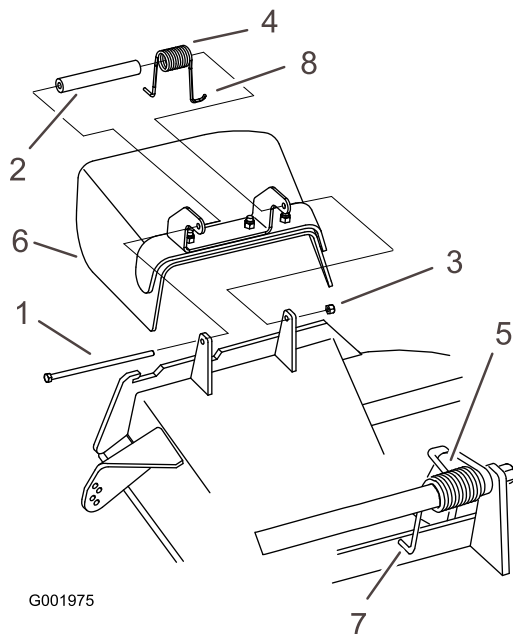

Figure 63
1. Retirez le contre-écrou, le boulon, le ressort et l'entretoise qui fixent le déflecteur aux supports de pivot (Figure 63). Enlevez le déflecteur s'il est endommagé ou usé.
Remarque: Prenez soin de placer l'extrémité en **L** du ressort derrière le bord du plateau avant de mettre le boulon en place, comme indiqué à la Figure 63.
3. Remettez le boulon et l'écrou. Accrochez l'extrémité en **J** du ressort au déflecteur d'herbe (Figure 63).